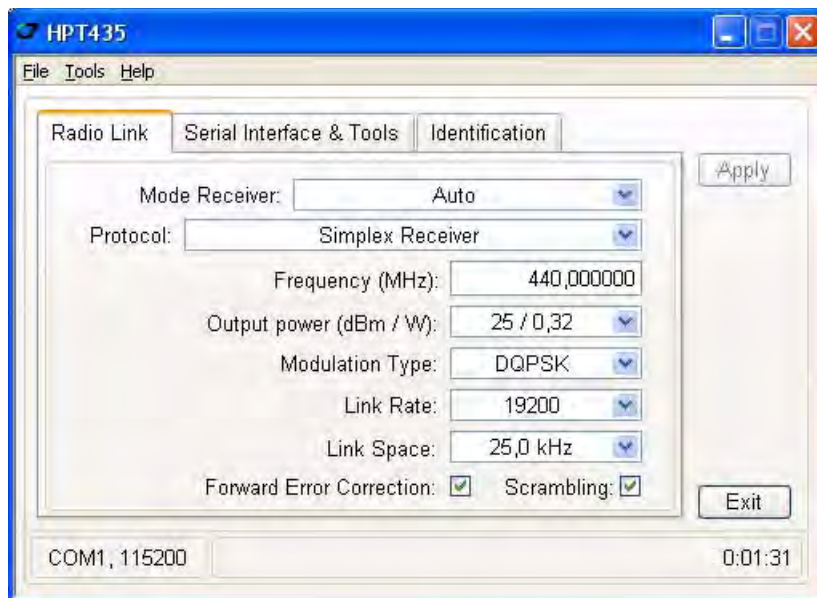

Рисунок 35. HPT435 закладка Radio Link
1. В закладке *Radio Link* установите следующие параметры (Table 12 on page 42) и нажмите *Apply* (Рис. 35):